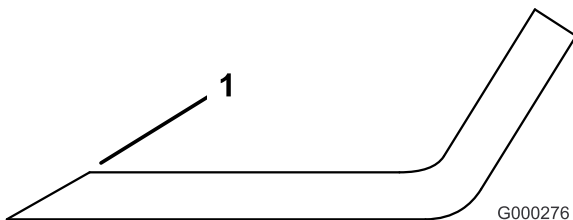

Figure 100
1. Au moyen d'une lime, aiguissez les tranchants à chaque bout de la lame (Figure 100). Veillez à conserver l'angle de coupe d'origine. Limez la même quantité de métal sur chacun des deux tranchants pour ne pas déséquilibrer la lame.